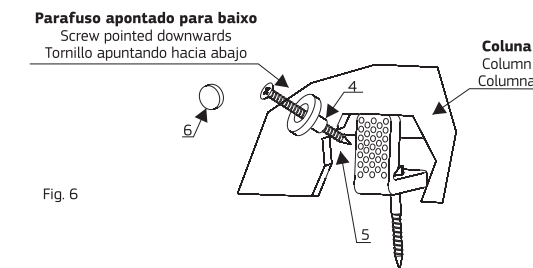

Fig. 6
Obs.: Para melhor fixação no piso, rosquear o parafuso (item 5) apontando para baixo (Fig. 6).
Obs.: For better fitting to the floor, tighten the screw (item 5) facing downwards (Fig. 6).
Obs.: Para mejor fijación en el piso, enroscar el tornillo (item 5) apuntando hacia abajo (Fig. 6).